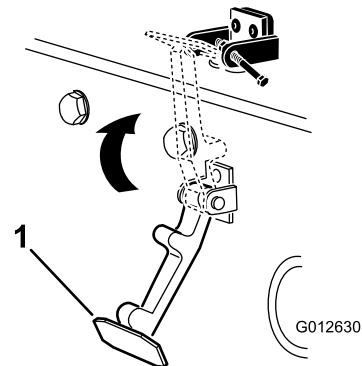

Bild 5
7. Haken Sie den Riegel in die Halterung des Motorhaubenriegels ein (Bild 5).